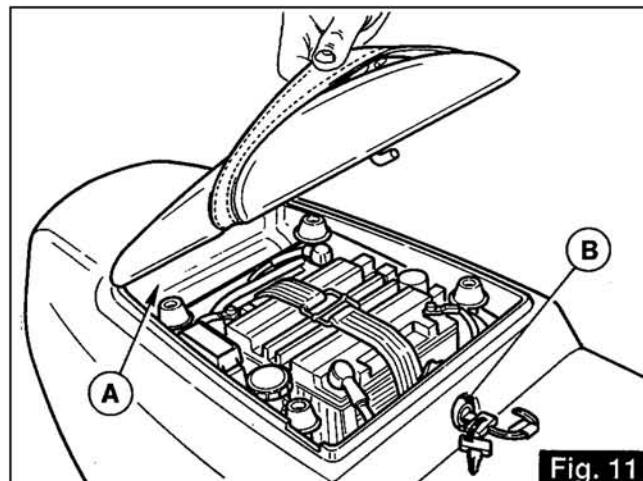

Fig. 11
Se trouve à l'arrière sur le côté droit de la moto; pour y accéder, enlever la selle du passager (voir figure 11). La boîte contient 6 fusibles de «15 A» dont 1 de réserve; la décalcomanie appliquée sur le couvercle indique les fonctions de chacun d'entre eux.
Auf der hinteren Seite der rechten Fahrzeugseite. Zugriff möglich nach Entfernen des Beifahrersitzes (siehe Abb. 11).
(«A» de la fig. 11)
3.15 ABLAGE FÜR DOKUMENTE UND WERKZEUG («A» von Abb. 11)